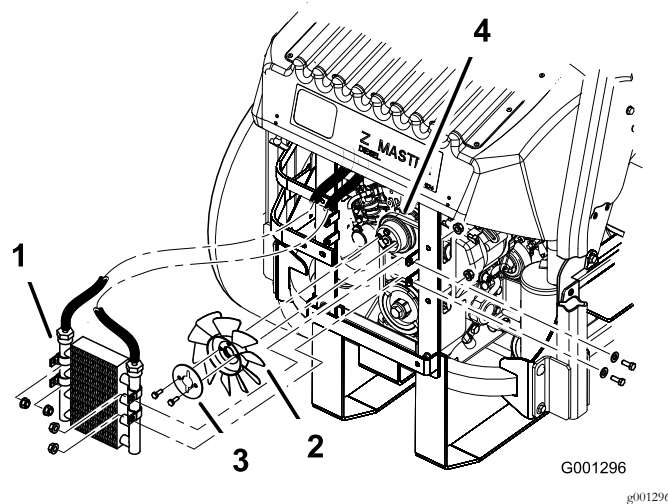

Figure 72
- Montez le ventilateur et sa plaque sur la machine au moyen des 2 boulons retirés précédemment (Figure 72).
11. Remontez le refroidisseur d'huile au moyen des 4 boulons retirés précédemment (Figure 72).